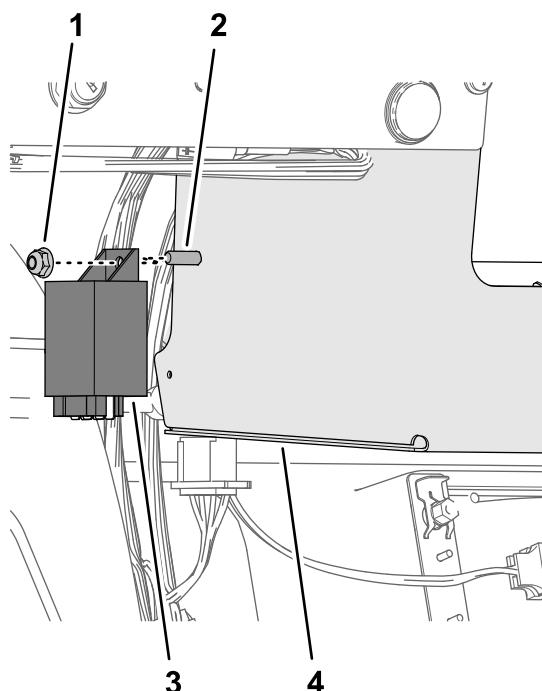

Bild 21
4. Befestigen Sie das CE-Blinkermodul mit einer Sicherungsbundmutter ( $\frac{1}{4}$ ") an der Bundkopfschraube und ziehen sie mit der Hand an (Bild 21).